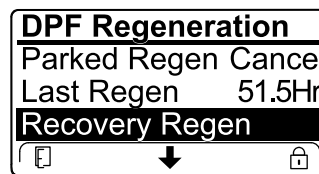

Figure 58
- Si le calculateur moteur n'a pas demandé de régénération d'urgence et que vous naviguez jusqu'à l'option RECOVERY REGEN, la régénération d'urgence se bloque et l'icône de blocage (Figure 58) apparaît en bas à droite de l'InfoCenter.